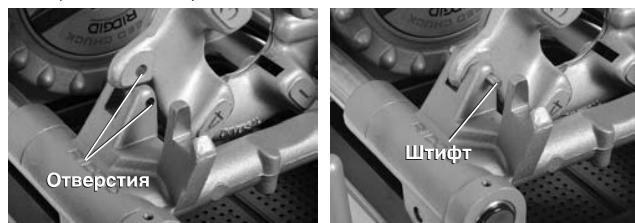

Рис. 26 – Фиксация левой резьбонарезной головки на месте
2. Вставьте штифт диаметром $5/16"$ длиной 2" сквозь отверстия в упоре каретки и в левой резьбонарезной головке, чтобы зафиксировать ее на месте (см. Рис. 26).